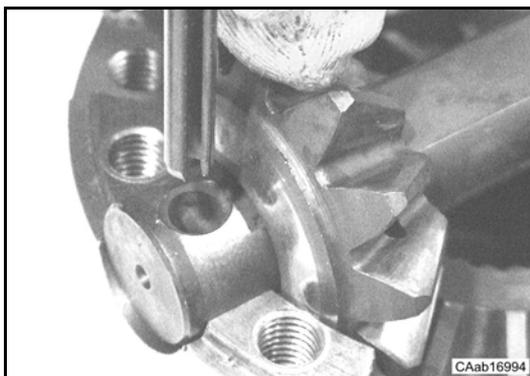

Fig. 13
- Al montaggio delle spine elastiche ad intaglio assicurarsi che l'intaglio delle stesse sia orientato nel senso dello sforzo sollecitante la spina (Fig. 13).
- Before assembling elastic pins, make sure that the pin notch is oriented towards the stressing force (Fig. 13).